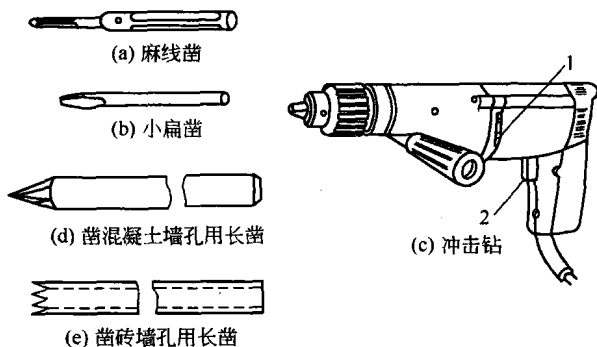

图 1-2 凿削墙孔工具
① 麻线凿如图 1-2(a) 所示，也叫圆榫凿，用来凿打混凝土结构建筑物的木榫孔。常用的有 16 号、18 号两种，分别可凿 8mm 和 6mm 两种圆形木榫孔。凿孔时，要不断转动凿子，使凿掉的灰砂碎石及时排出。
② 小扁凿如图 1-2(b) 所示，用来凿打砖墙上的方形木榫孔。常用的凿口宽 12mm。凿孔时，要不断拔出凿子，将碎块石排出。
③ 冲击钻如图 1-2(c) 所示，具有两种功能：一种可作为普通电钻使用，使用时应把调节开关调到标记为“钻”的位置；另一种可用来冲击打砌块和砖墙等建筑材料的木榫孔和导线穿墙孔，这时应把调节开关调到标记为“锤”的位置。有的冲击钻可调节转速，分有双速和三速的。在调速或调挡（“钻”或“锤”）时，均应停转进行，使用方法同电钻。
④ 长凿如图 1-2(d)、(e) 所示两种，均用来凿打墙孔，作为穿越线路导线的通孔。长凿直径有 19mm、25mm 和 30mm，长度通常有 300mm、400mm 和 500mm 等多种。使用时，应不断旋转长凿，及时排出碎屑。